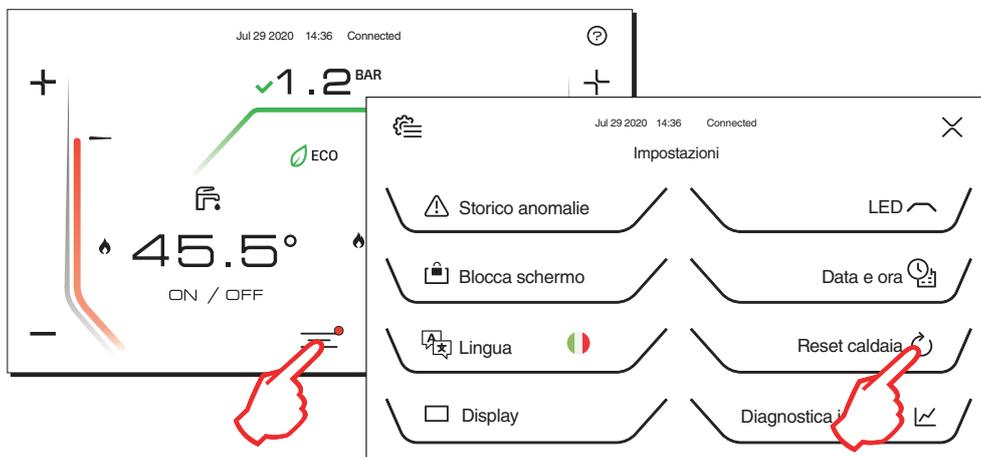

рис. 35
- 2 - Прикоснувшись к значку главного меню, а затем к кнопке [Сброс котла] после появления экрана, подобного показанному на рис. 35 (значок главного меню с красной точкой).